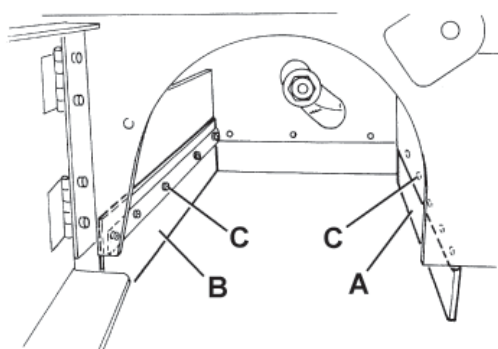
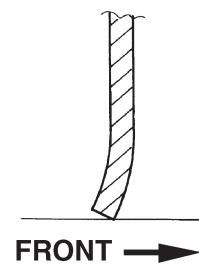

Figure 22
Figure 24
9. Contrôler l'intégrité des volets avant (A, Fig. 22) et arrière (B).
10. Contrôler que les volets avant (A, Fig. 22) et arrière (B) touchent légèrement le sol et que, de toute façon, ils ne se détachent pas du sol (voir Fig. 24).
Si besoin est, desserrer les vis (C, Fig. 22) et régler la position des volets. Enfin, serrer les vis (C).
11. Appuyer à fond sur la pédale du volet avant (75) et vérifier que le volet avant se soulève d'environ 5 cm.